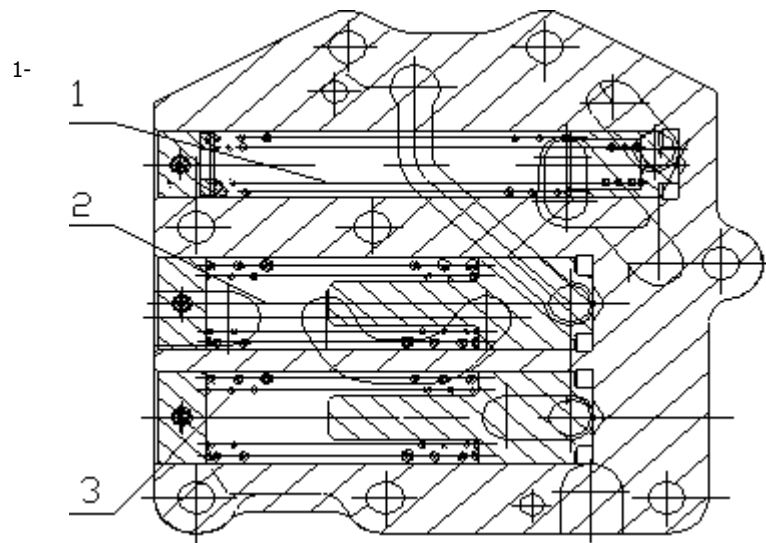

Figura 11 Schema strutturale del gruppo valvola di controllo YQXD30-4100
Lo schema strutturale del gruppo valvola di controllo YQXD30-4100 è illustrato nella Figura 11. È costituito dalla valvola di pressione principale (1), dalla valvola di ammortizzazione della retromarcia (2) e dalla valvola di ammortizzazione della marcia avanti (3). La valvola di pressione principale controlla la pressione dell'olio della frizione nell'intervallo compreso tra 1,1 MPa e 1,4 MPa. Una parte dell'olio fluisce attraverso la valvola di avanzamento nella valvola di controllo per ottenere il cambio marcia; un'altra parte entra nella valvola di troppo pieno, regolando la pressione dell'olio nell'intervallo compreso tra 0,5 MPa e 0,7 MPa prima di entrare nel convertitore di coppia per il funzionamento. Le valvole di ammortizzazione vengono utilizzate per ridurre l'impatto durante l'innesto e il disinnesto della frizione.